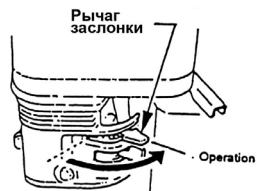

рис. 7
6. Если двигатель запустился, прислушиваясь к звуку, медленно верните рычаг дроссельной заслонки в положение OPERATION. (рис. 7)